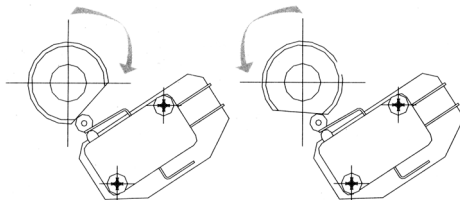

Рис.6.1 Вид сверху: Рис.6.2
- Повернуть кулачок (Рис. 6.1) по часовой стрелке до щелчка, после чего затянуть винты.